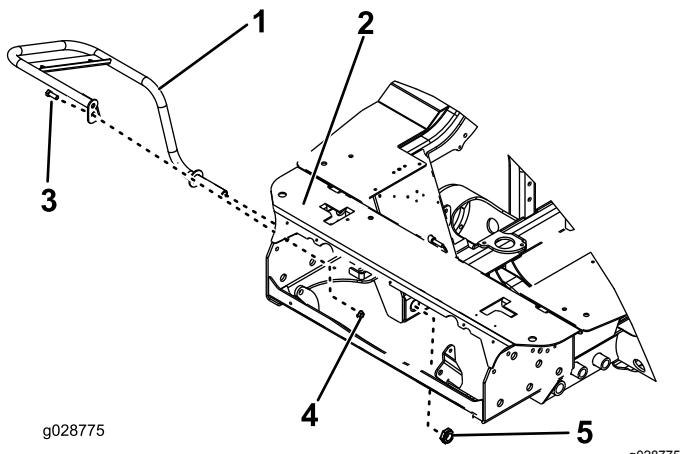

Figura 15
2. Retire el perno y la tuerca que sujetan el soporte del eje de freno (Figura 15).
3. A través del taladro grande de la parte delantera del bastidor, instale el protector y sujételo provisionalmente con la contratuerca hexagonal (Figura 15).
4. Monte el perno y la tuerca que se retiraron anteriormente a través del protector y apriételos (Figura 15).